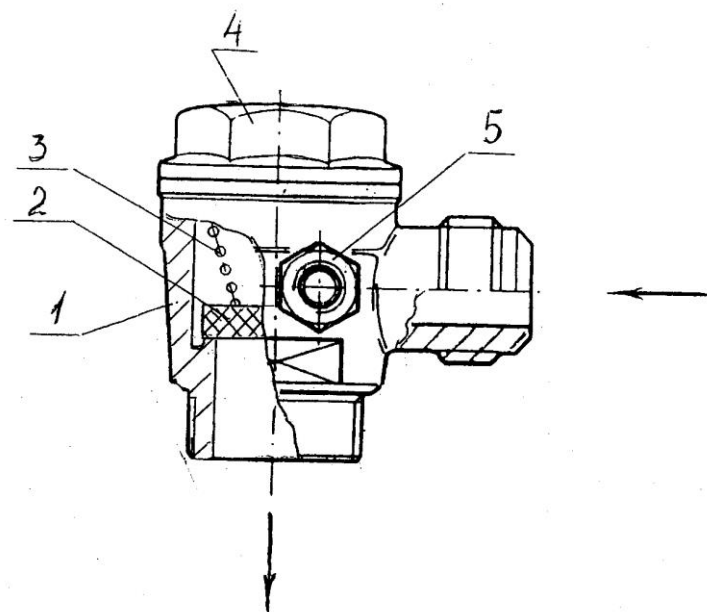

Рисунок 10. Клапан обратный.
**Обратный клапан** (рисунок 10) препятствует обратному воздействию сжатого воздуха из ресивера на компрессорную головку при ее останове. Обратный клапан состоит из корпуса 1, клапана, пружины 3, переходника 4.